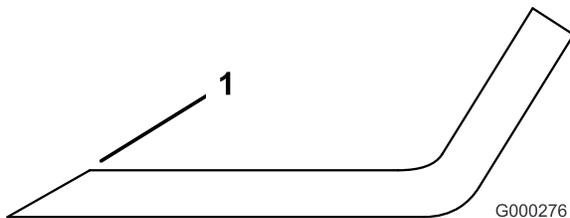

Figura 74
1. Utilice una lima para afilar el filo de corte en ambos extremos de la cuchilla (Figura 74). Mantenga el ángulo original. La cuchilla permanece equilibrada si se retira la misma cantidad de material de ambos bordes de corte.